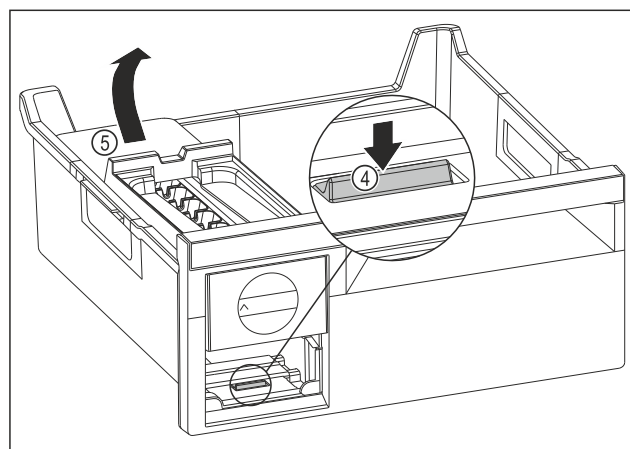

Fig. 171
- ▶ Извлеките корпус EasyTwist-Ice: Надавите пальцем вниз на накладку Fig. 171 (4) и одновременно другой рукой поднимите корпус EasyTwist-Ice Fig. 171 (5) сзади.